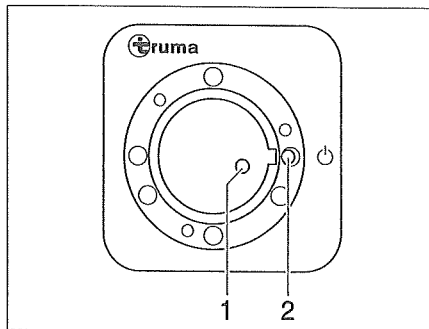
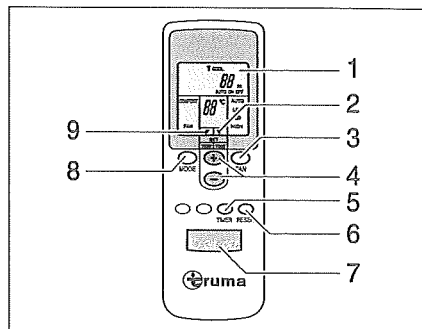

Bild 113 Mottagare
Bild 114 Fjärrstyrning
- Slå på fjärrstyrningen med brytaren (Bild 114,7). Den gröna kontrollampan (Bild 113,1) indikerar kylningsläge.
- Ställ in önskat driftläge med knappen (Bild 114,8).
- Ställ, vid behov, in önskad fläkteffekt och rumstemperatur med knapparna (Bild 114,3 och 4). Pilen (Bild 114,9) visar valt inställningsläge.
- ▷ På mottagaren finns det dessutom en knapp (Bild 113,2) med vilken klimatanläggningen kan slås på och av även utan fjärrstyrning. När klimatanläggningen slås på med denna knapp väljs automatiskt det driftläge som senast var inställt på fjärrstyrningen.
- Tryck på knappen (Bild 114,7) på fjärrstyrningen igen för att stänga av.
- Programmering: Slå på klimatanläggningen med knappen (Bild 114,7) på fjärrstyrningen.
- Ställ in önskat driftläge och rumstemperatur med knapparna (Bild 114,8, 3 och 4).
- Välj önskad fuktion (Bild 114,1) med knappen (Bild 114,5):
- Välj önskad kopplingstidpunkt (1 till 15 timmar) med knapparna (Bild 114,4). Pilen (Bild 114,2) blinkar och visar inställningsläget.
- ▷ Med knappen (Bild 114,6) sänds fjärrstyrningens inställningar återigen till mottagaren.